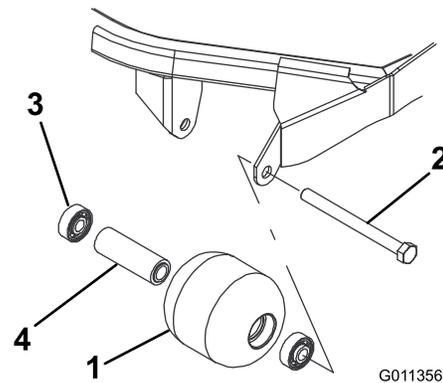

Figura 62
1. Retire o parafuso de montagem do rolo (Figura 62).
4. Verifique se a estrutura dos rolamentos, os rolamentos e o espaçador de rolamentos estão danificados (Figura 62). Substitua os componentes danificados e volte a montar.
1. Introduza o primeiro rolamento na estrutura do rolo (Figura 62). Empurre só a calha externa ou, então, exerça o mesmo tipo de pressão nas calhas interna e externa.
2. Coloque o espaçador (Figura 62)
3. Introduza o segundo rolamento na estrutura do rolo (Figura 62) exercendo o mesmo tipo de pressão nas calhas interna e externa até a calha interna entrar em contacto com o espaçador.